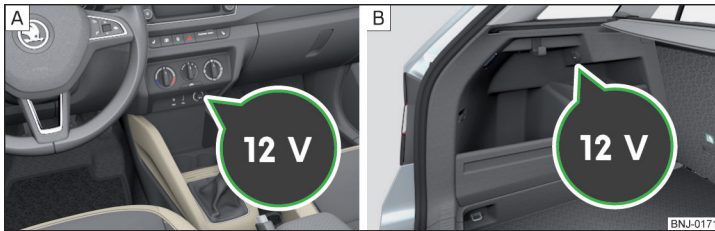

Abb. 77 Abdeckung der 12-Volt-Steckdose: im mittleren Teil der Schalttafel / im Gepäckraum
Einbauorte der 12-Volt-Steckdosen **» Abb. 77**
- Die Abdeckung der Steckdose abnehmen **» Abb. 77 - A** bzw. die Abdeckung der Steckdose öffnen **» Abb. 77 - B**.